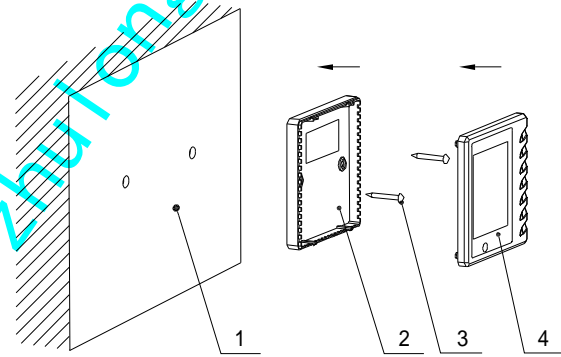

图 3 安装示意图
- I 无论是明装还是暗装都要如图 3 所示，首先按照手操器底板上的安装孔的距离（60mm）在墙上钻 2 个孔（保持水平），然后分别在每个墙孔中钉入木塞，再将手操器底板通过这两个孔固定在墙面上，然后将通讯线插在控制板上，最后扣好手操器面板。